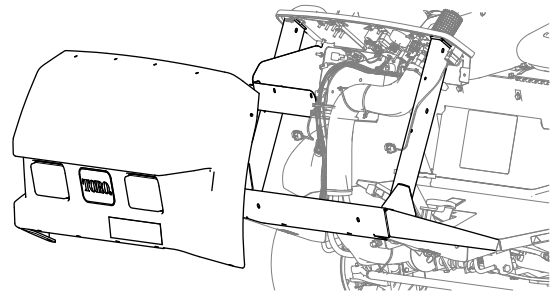

Bild 62
7. Nehmen Sie die Motorhaube von der Maschine ab (Bild 62).